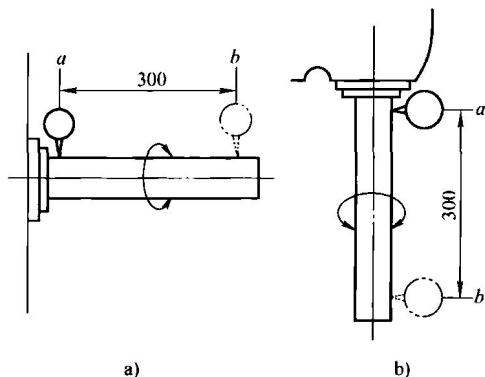

图 1-1 检验主轴锥孔轴线的径向圆跳动
(1) 检验方法 向主轴锥孔中插入检验棒，如图 1-1 所示。固定指示表，使其测头触及检验棒表面，*a* 点靠近主轴端面，*b* 点距 *a* 点 300mm，旋转主轴进行检验。为提高测量精度，可使检验棒按不同方位插入主轴重复进行检验。